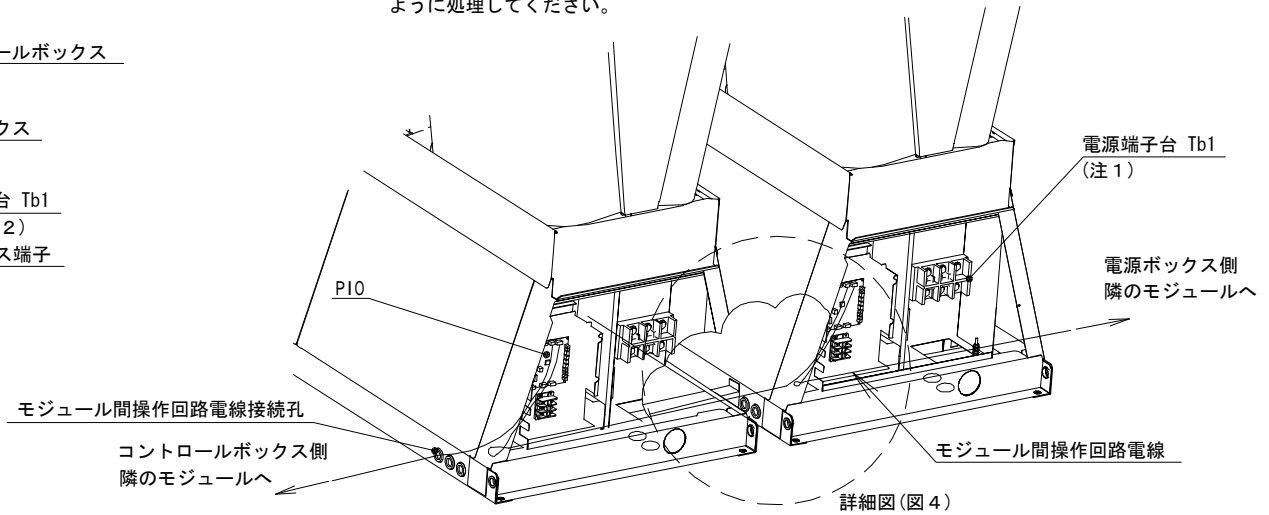
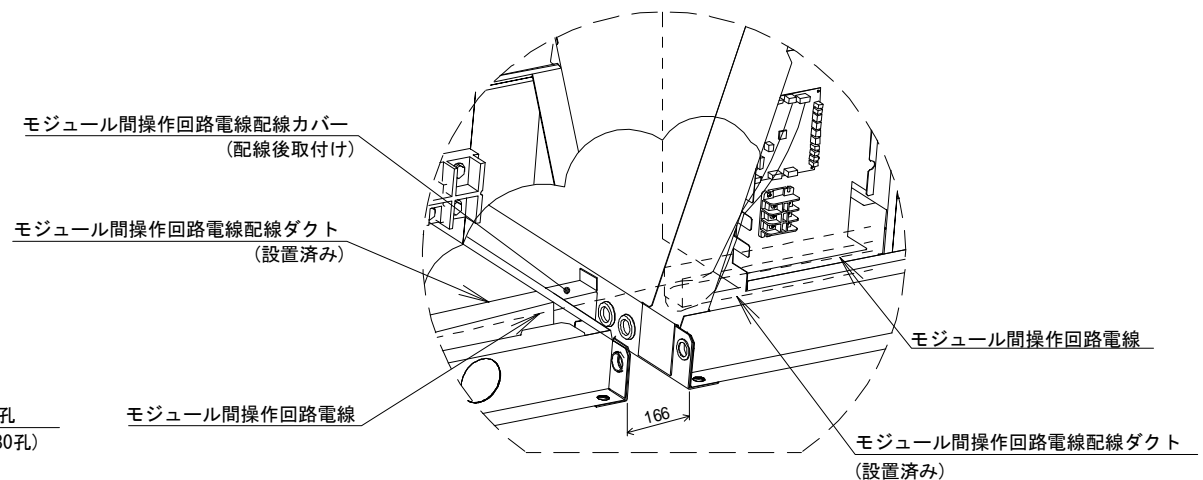

図3 モジュール間操作回路電線配線例
図4 詳細図
- 注3. 付属の配線を使用し、モジュール間の操作回路電線の接続を行ってください。（図3）その後、付属の操作回路電線配線カバーをモジュール間に取付て下さい。（図4）（モジュール間を最小寸法（下部モジュール間隔166mm）で連結設置していない場合には、付属の操作回路電線および配線カバーを使用することはできません。その場合にはモジュール間距離を考慮した電線および配線保護を手配し、施工してください。）